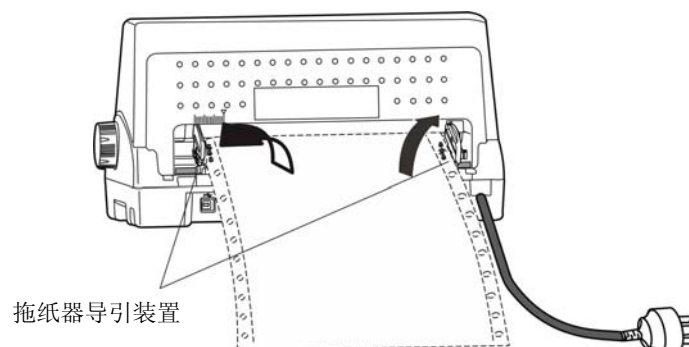

图 3-8 将连续纸安装在拖纸器上
4. 打开拖纸器，将纸装入拖纸器齿轮上（如图 3-8 所示）。